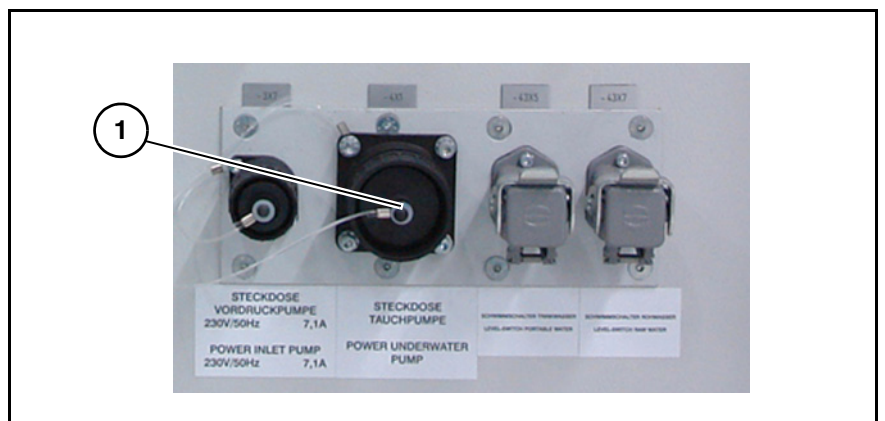

Bild 38 Anschluss Rohwasserpumpe (Schaltskasten WTC 1600)
3. WTC 1600 in Betrieb nehmen (Automatik-Betrieb); vergewissern, dass die Rohwasserpumpe an der WTC 1600 angeschlossen ist (Bild 38) und Rohwasser fördert.